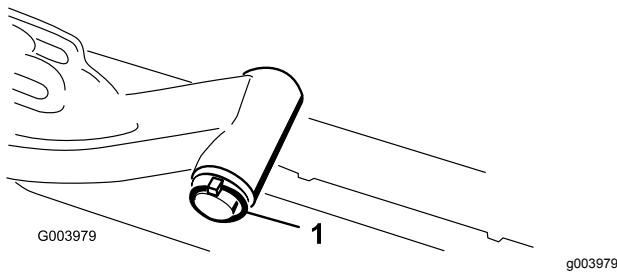

Bild 12
- A. Nehmen Sie den Klappstecker und die Scheibe ab, mit denen die Gelenkwelle des Hubarms am Hubarm befestigt ist. Schieben Sie die Gelenkwelle des Hubarms aus dem Hubarm (Bild 12).
- C. Setzen Sie die Hubarmwelle in den Hubarm ein und befestigen Sie sie mit der Scheibe und dem Klappstecker (Bild 12).